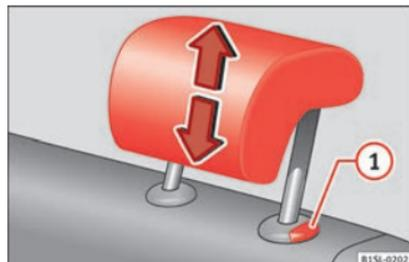

Fig. 119 Desmontar o encosto de cabeça traseiro.
- Extraia o apoio para cabeça por completo mantendo pressionado o botão » Fig. 119 .